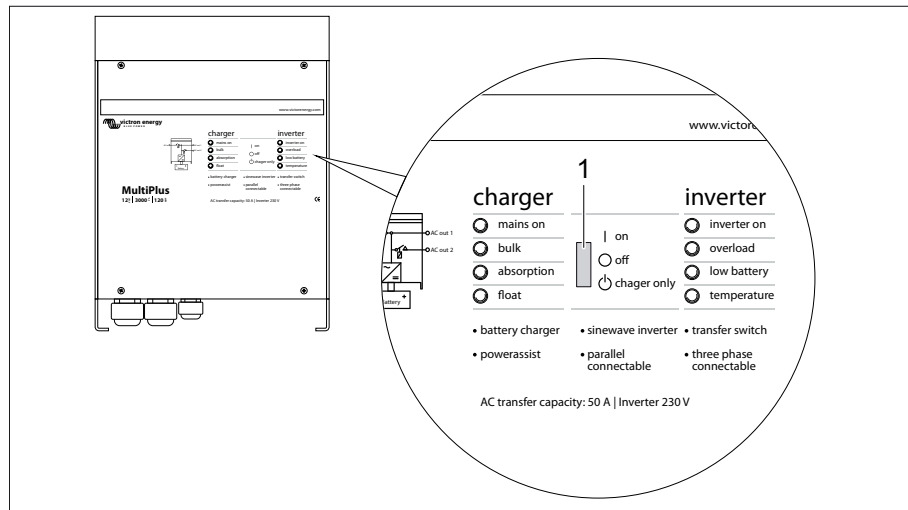

Fig. 223 Onduleur MultiPlus
Pour le fonctionnement correct du panneau Digital Multi Control, l'interrupteur basculant sur l'onduleur MultiPlus (Fig. 223,1) doit se trouver sur "on".
#### Positions de l'interrupteur basculant (Fig. 223,1)
- ▷ Si aucun raccordement 230 V n'est établi et que le véhicule n'est plus utilisé, l'interrupteur basculant (Fig. 223, 1) doit se trouver sur "off". Sinon, il est possible que les batteries soient déchargées au plus tard après 3-4 jours.